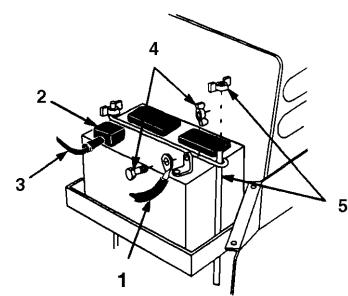

Figure 37
4. Débrancher le fil de terre négatif (noir) de la borne de la batterie (Fig. 37).
5. Soulever le capuchon en caoutchouc sur le câble positif (rouge). Débrancher le câble positif (rouge) de la borne de la batterie (Fig. 37).
6. Déposer les barres de retenue de la batterie (Fig. 37).
9. Au moyen du boulon et de l'écrou papillon, brancher le câble positif (rouge) à la borne positive (+) de la batterie (Fig. 37). Recouvrir la borne de la batterie avec le capuchon en caoutchouc.
10. Au moyen du boulon et de l'écrou papillon, brancher le câble négatif (noir) à la borne négative (-) de la batterie (Fig. 37).